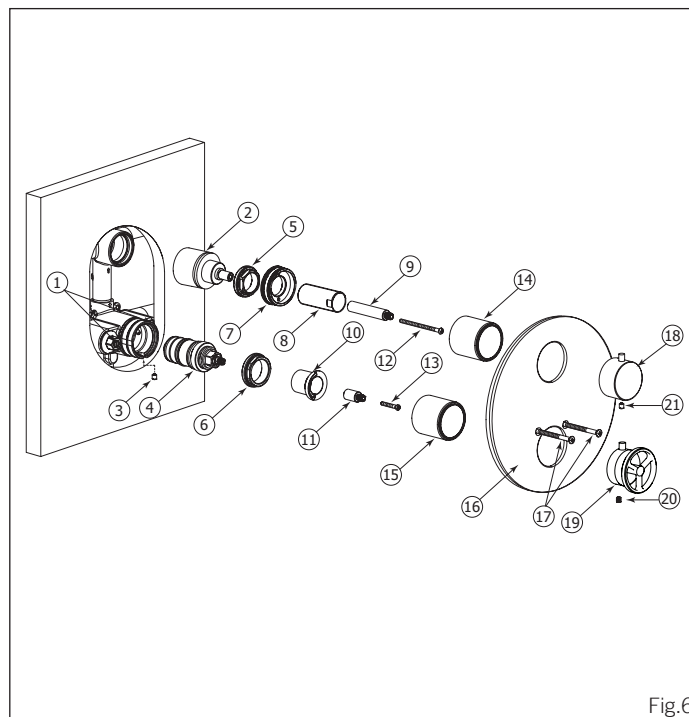

Fig.6
Shut off the main water supply, then remove all the components from (7) to (21). (See Fig.6). Afterwards, shut off the 2 check valves (1) by turning them clockwise with a screwdriver. Unscrew the screw (3), the large nuts (5 & 6) and remove the cartridges (2 & 4).
Fermer l'alimentation d'eau principale et démonter tous les composants de (7) à (21) (Voir Fig.6). Ensuite, fermer les deux valves d'arrêt (1) en les tournant dans le sens des aiguilles d'une montre avec un tournevis. Dévisser la vis (3), les machons de valves (5 & 6) et enlever les cartouches (2 & 4).